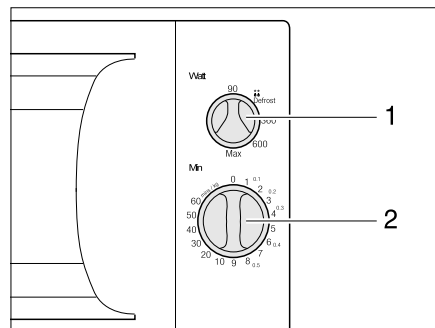

Bild 133 Bedienelemente für Mikrowellengerät
- Am Drehregler (Bild 133,1) Leistung wählen.
- Am Drehregler (Bild 133,2) Garzeit wählen. Der Garvorgang beginnt.